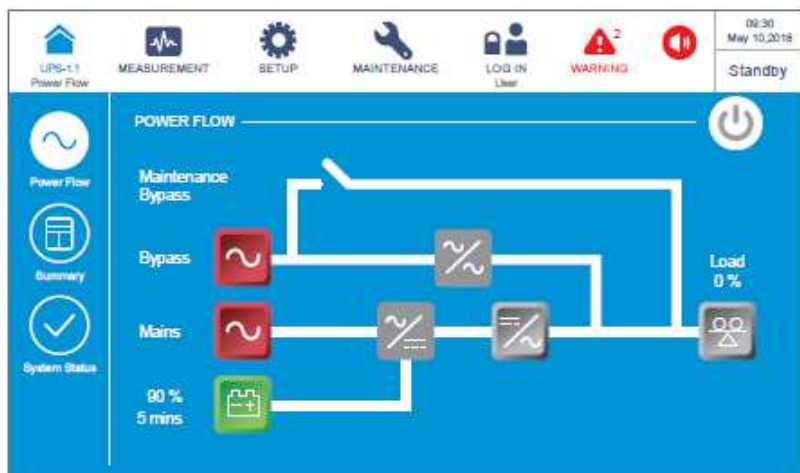

Рисунок 6-50: Экран режима ожидания
- 3 После выбора **YES** (ДА) ИБП отключит инвертор, прекратит подачу питания с силовых модулей и перейдет в режим ожидания. В этот момент трехцветный светодиодный индикатор горит желтым и появляется следующий экран (**Рисунок 6-50**). Расположение трехцветного светодиодного индикатора см. на **Рисунке 2-12**.